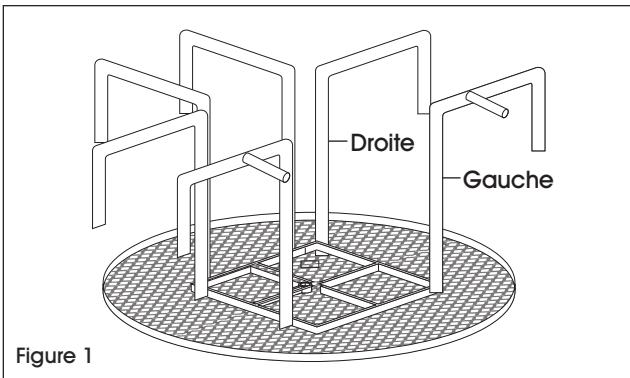

Figure 1
2. Placez le dessus de table à l'envers. Prenez une patte à la fois et fixez-la lâchement au dessus de table à l'aide d'un boulon, d'une rondelle et d'un écrou. Les renforts de patte sont une structure de fixation intérieure. Les pattes sont étiquetées gauche et droite. Faites correspondre les pattes avec les repères des côtés gauche et droit en dessous de la table. Fixez les deux pattes avec supports sur les côtés opposés. (Voir Figure 1)